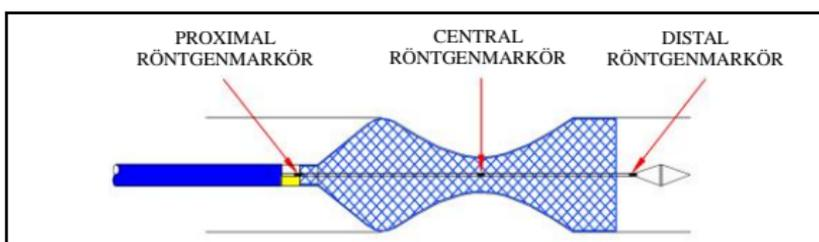

Figur 4
- d) När den centrala röntgenmarkören når mitten av målförträngningen fortsätter du att dra tillbaka kopplingen tills stenten är helt placerad. (Se figur 4, 5)
- d) När den centrala röntgenmarkören når mitten av målförträngningen, fortsätt framåt mot kopplingen tills stenten är helt placerad. (Se figur 4, 6)